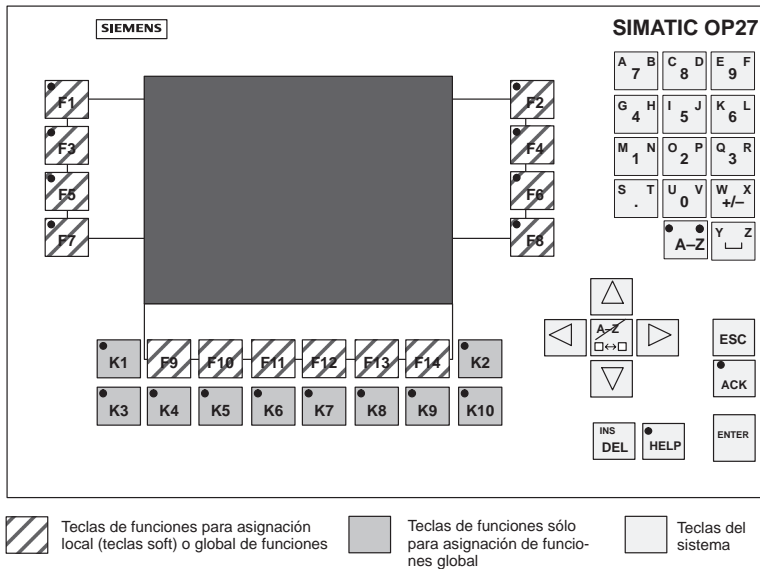

Figura 3-2 Disposición de los bloques de teclas en el OP27
- en el OP27 → K1 hasta K10 y F1 hasta F14 (figura 3-2),
- en el OP27 → F1 hasta F14 (figura 3-2),